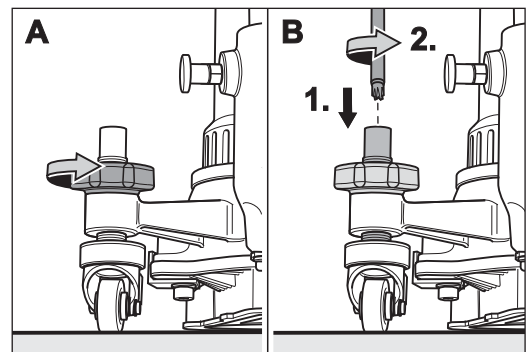

Abb. 51 Die Kontermutter der Lenkrolle lösen.
- 3 Lösen Sie die Kontermutter einer Lenkrolle (Abb. 51, A). Wenn die Kontermutter zu fest angezogen ist, können Sie mit dem Universalschlüssel die Lenkrollenachse gegen den Uhrzeigersinn drehen und somit die Kontermutter lösen (Abb. 51, B).
- 3 Entfernen Sie die Kontermutter der Lenkrolle (Abb. 51).